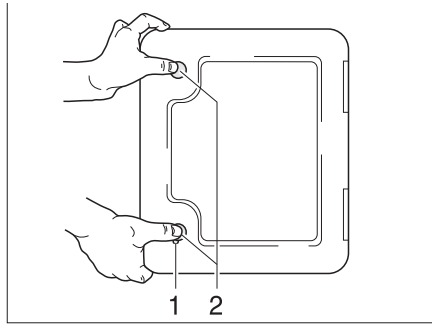

Fig. 140 Trampa para el cassette Thetford
La trampa de evacuación para el cassette Thetford (Fig. 140) está en la parte exterior del vehículo.
- Introducir la llave en el cilindro de cierre del cierre a presión (Fig. 140,1) y girarla un cuarto de vuelta en sentido de las agujas del reloj.
- Presionar ambos cierres a presión (Fig. 140,2) al mismo tiempo con el pulgar y abrir la trampa para el cassette Thetford.